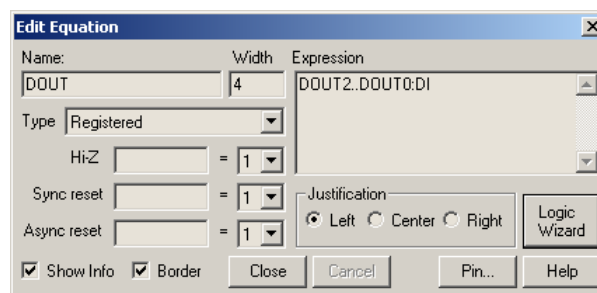

Figura 9.11. Fereastra de dialog *Edit Equation*.
8. Se selectează butonul *OK*. Utilitarul *Logic Wizard* verifică validitatea numelor semnalelor, generează ecuația logică a circuitului și definește vectorii noi care au fost specificați. Se va deschide apoi fereastra de dialog *Edit Equation* (Figura 9.11).
9. În fereastra *Edit Equation* se poate edita ecuația logică generată. În câmpul *Name* se afișează numele semnalului de ieșire al circuitului care a fost specificat în fereastra *Logic Wizard*. În Figura 9.11, acest nume este *DOUT*. În câmpul *Width* apare dimensiunea semnalului, iar în câmpul *Expression* se afișează ecuația semnalului din câmpul *Name*. Tipul semnalului (combinațional sau secvențial) se afișează în câmpul *Type*. În mod normal, nu este necesar să se modifice conținutul acestor câmpuri. Dacă se dorește modificarea funcției circuitului, trebuie să se modifice ecuația acestuia care a fost generată în mod automat. Sintaxa ecuațiilor logice este descrisă în secțiunea următoare.